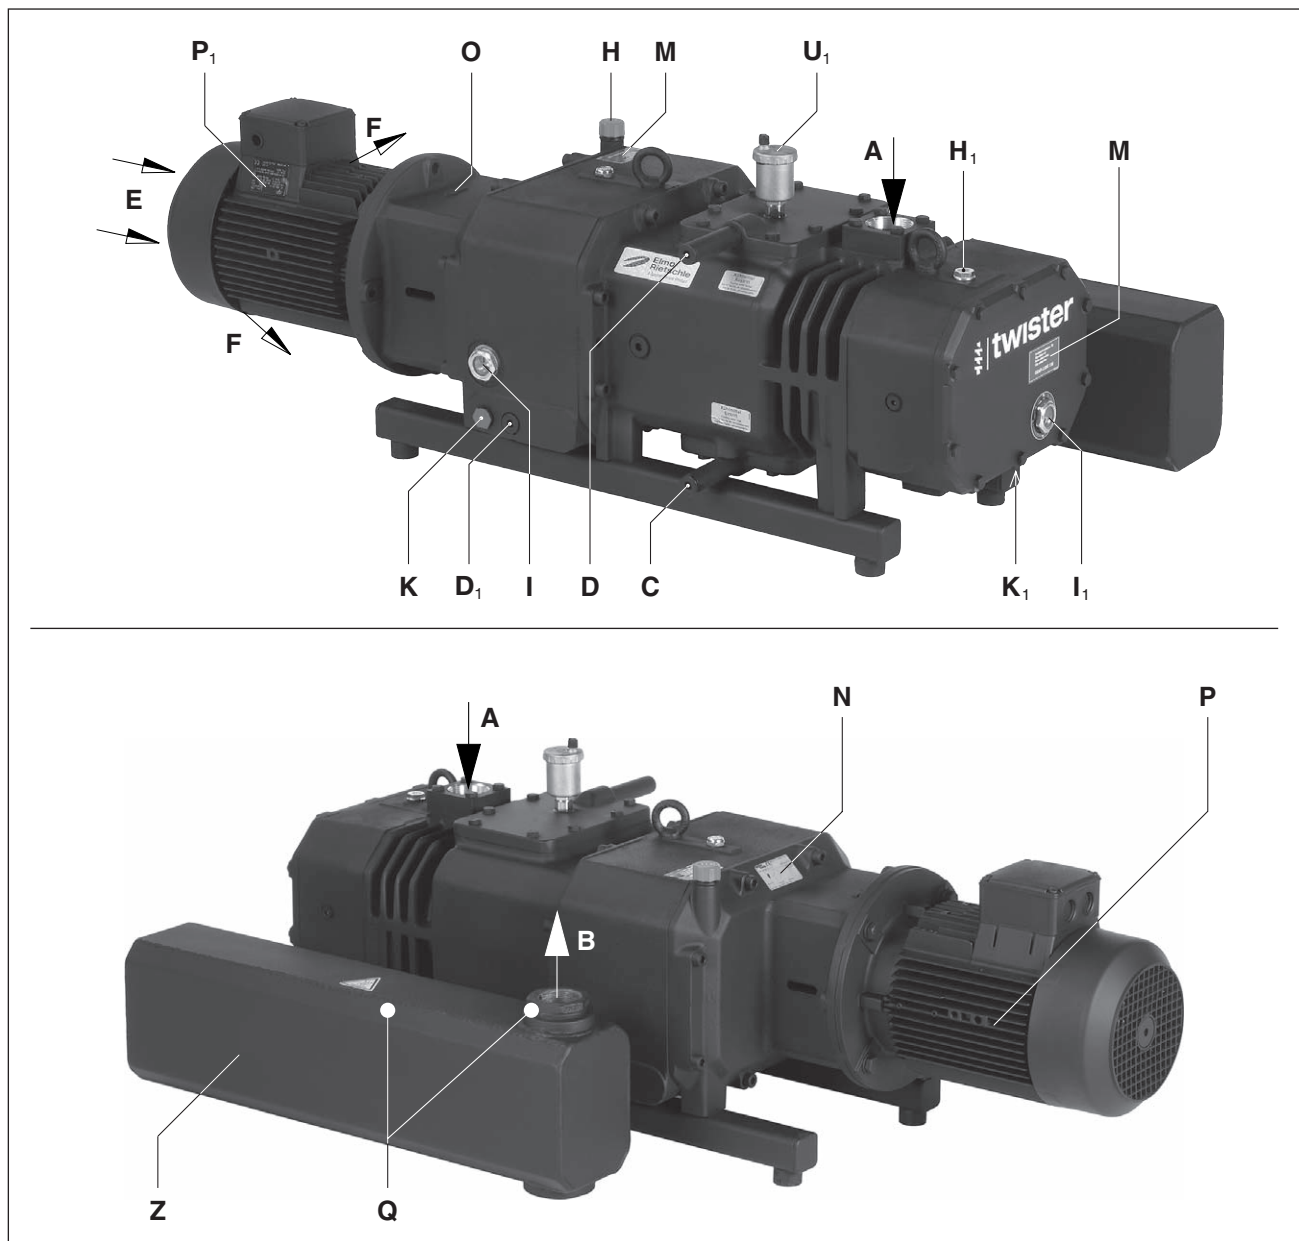

Fig. 2 Pompe à vide S-VSI 100
Le point de remplissage d'huile (fig. 2/H, H1), les voyants d'huile (fig. 2/I, I1), les points de vidange d'huile (fig. 2/K, K1) l'entrée d'eau de refroidissement (fig. 2/C) et la sortie d'eau de refroidissement (fig. 2/D) doivent être facilement accessibles.
Les entrées (fig. 2/E) et sorties (fig. 2/F) d'air de refroidissement doivent être espacées des parois avoisinantes d'au moins 30 cm. L'air de refroidissement refoulé ne doit pas être réaspiré.
- a) Raccord du vide à (Fig. 2/A).
- b) L'air aspiré peut être évacué par le silencieux de refoulement (ZSZ) à (fig. 2/B) via un flexible ou la tuyauterie.
**L'ouverture d'évacuation (fig. 2/B) ne doit être ni fermée ni rétrécie.**
- a) Raccorder la conduite d'arrivée d'eau de refroidissement à l'entrée d'eau de refroidissement (fig. 2/C) et celle d'évacuation à la sortie d'eau de refroidissement (fig. 2/D).
- a) Verser l'huile de lubrification pour pignons et paliers (pour le type d'huile approprié, voir la rubrique « maintenance ») par les points de remplissage d'huile (fig. 2/H, 2/H1) jusqu'à la moitié des voyants d'huile (fig. 2/I, 2/I1).